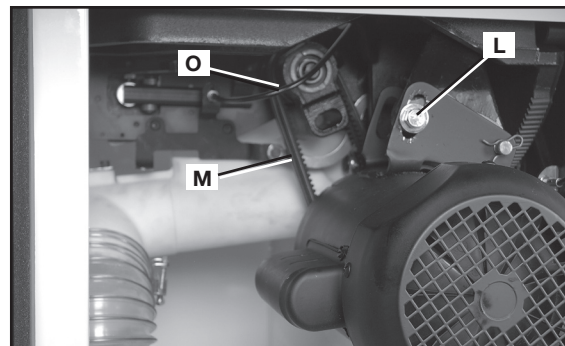

FIG. 87
3. Afloje el perno (L), Fig. 87. Baje el eje de la sierra para quitar tensión de las correas (M). Ajuste el perno (L).
5. Baje el eje de la sierra hasta su posición anterior. Retire la correa (M), Fig. 87, de las poleas.
7. Afloje el perno (L), Fig. 87, y con cuidado apoye el motor sobre la correa.
8. Corrija la tensión de las correas según se indica con una desviación de 6,4 mm (1/4 pulg.) en el intervalo central de las poleas, ejerciendo una leve presión con los dedos. Ajuste el perno (L), Fig. 87.
9. Asegúrese que el cable esté orientado como se muestra en (O) fig. 87.